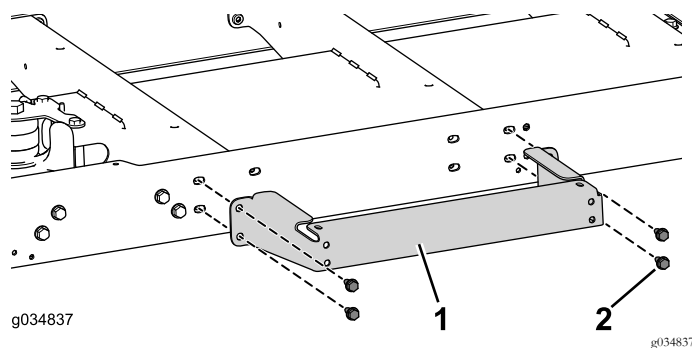

Bild 78
1. Befestigen Sie die Plattformstütze mit den vier Schrauben (5/16" x 3/4") lose am mittleren Kanal (Bild 78).